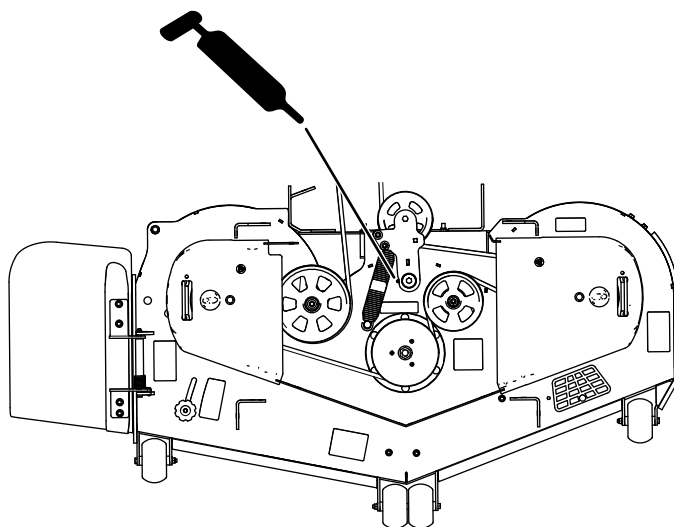
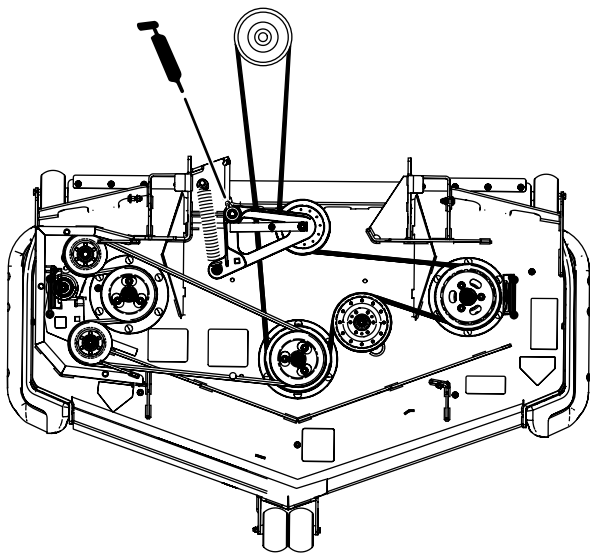

Figura 48
Figura 49
3. Engrase el pivote de la polea tensora de la carcasa de corte hasta que salga grasa por el extremo inferior (Figura 48 o Figura 49).